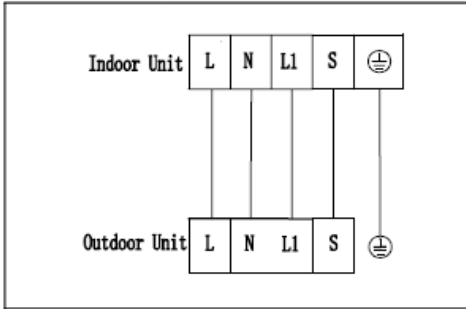

Figura 13
- Collegare i cavi dell'alimentazione e i cavi della comunicazione dati seguendo lo schema della Figura 13.